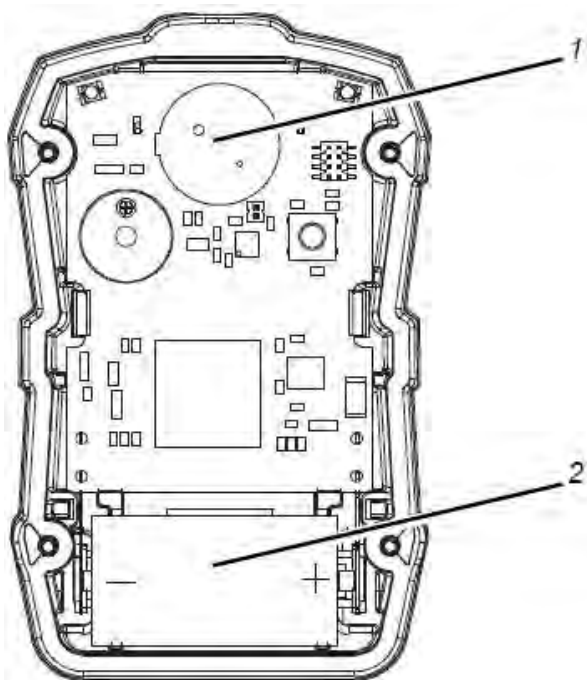

Abbildung 14 Sensor- und Batteriewechsel
2. Die vier Gehäuseschrauben lösen und entfernen und das vordere Gehäuseteil abnehmen, um Zugang zum Sensor zu erhalten (im oberen Teil des Geräts in der Nähe der Alarm-LEDs → Abbildung 14 ).